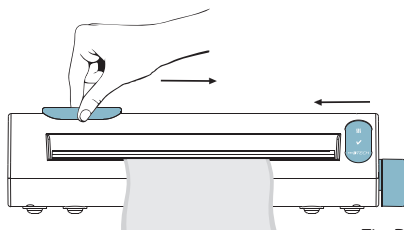

Fig. 3
- 4 Antes de levantar a alavanca de selagem, corte a embalagem deslizando o suporte das lâminas de corte de uma extremidade à outra e voltando-a na posição original (Fig.3).